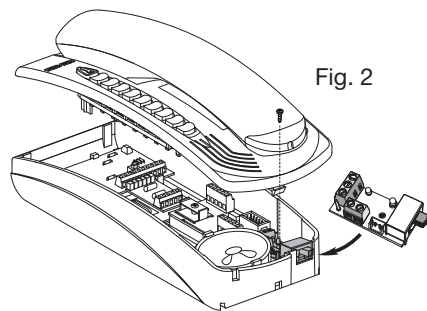

Fig. 2
- Inserire la scheda nell'apposito alloggiamento e fissarla con la vite in dotazione (Fig. 2)